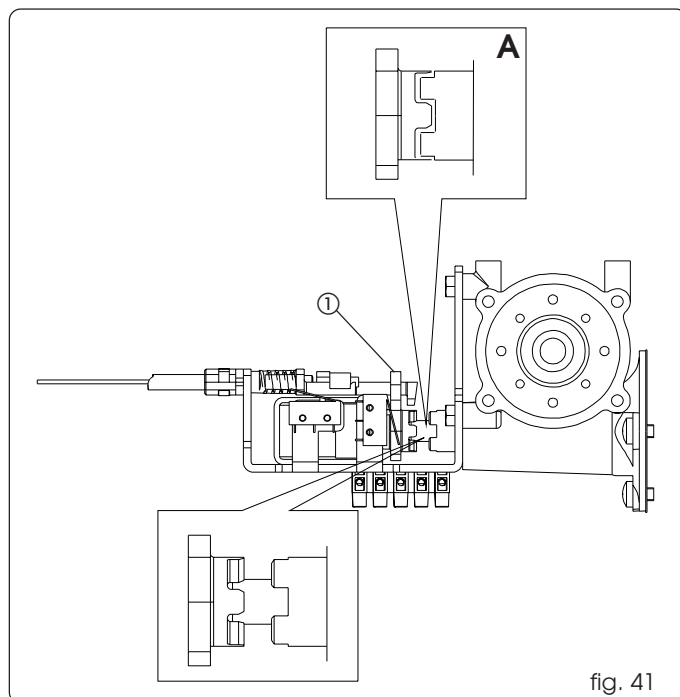

fig. 41
- Spingere manualmente la levetta (fig. 41 rif. ①) verso l'albero motore verificando il corretto accoppiamento come da fig. 41 rif. A).
- Muovere la levetta (fig. 41 rif. ①) in senso verticale e verificare la presenza del gioco tra l'accoppiamento dell'albero motore e del blocco motore.